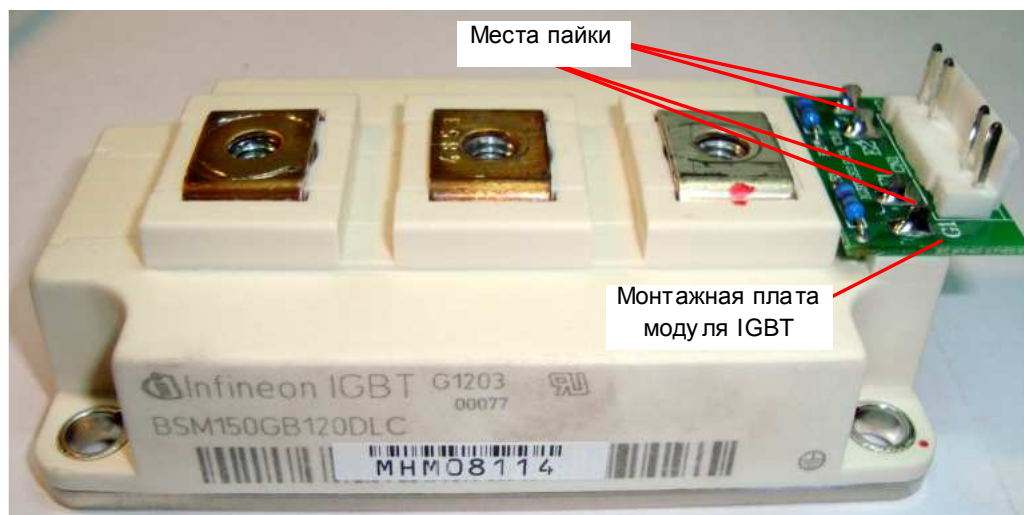

Рис. 7.5. Установка монтажной платы на модуль IGBT.
7.5.2. На модуль IGBT установить монтажную плату и припаять ее (рис. 7.5).